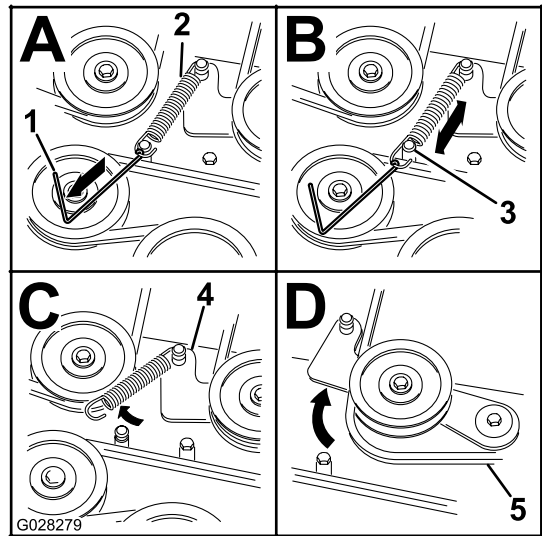

Рисунок 62
8. Снимите натяжение пружины с подпружиненного натяжного шкива. См. раздел Рисунок 62.
**Примечание:** Используйте съемник пружины (№ 92-5771 по каталогу Toro) для снятия пружины со штыря деки газонокосилки (Рисунок 62).